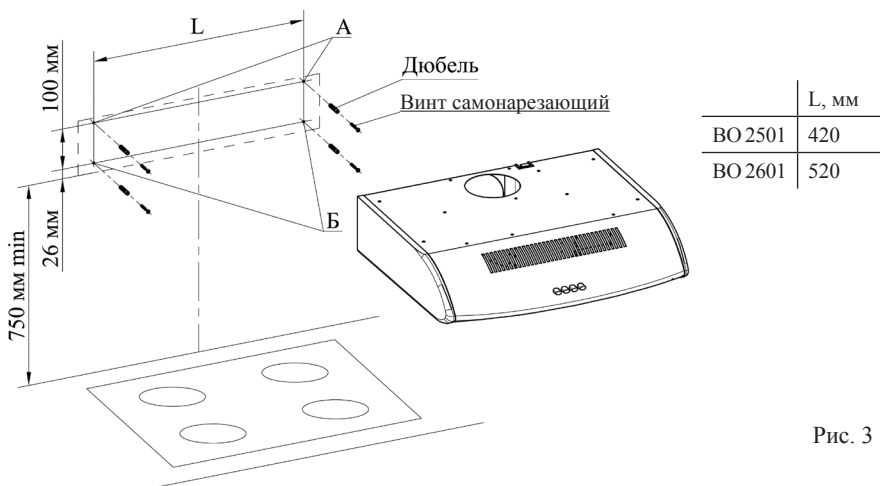

Рис. 3
РОВННЮЮ ПОВЕРХНОСТЬ (рис. 3).
- 6.3 С учетом установочной высоты и центральной линии разметьте на стене отверстия (А и Б) (рис. 3).
- 6.4 Просверлите отверстия (А и Б) диаметром 8 мм на глубину 50 мм (рис. 3).
- 6.5 В отверстия вставьте дюбели согласно рис. 3 и по отверстиям А заверните не до упора два винта самонарезающих, на которые навесьте воздухоочиститель со снятыми фильтром металлическим (крышкой).